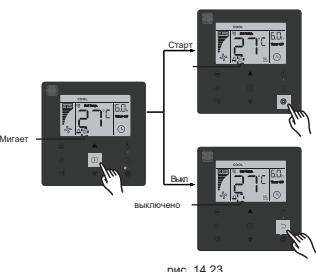

рис. 14.23
- ВКЛ/ВЫКЛ функции «Без звука»: нажмите кнопку F, чтобы переключаться на функцию «Без звука» («» мигает), и нажмите кнопку C, чтобы включить функцию, или кнопку D, чтобы выключить функцию (см. рис.14.23).